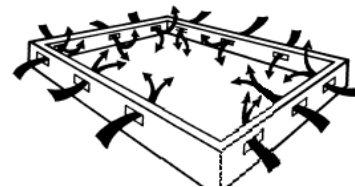

Figura 1
- Os vãos têm de ter um mínimo de 450 mm (18"), a partir do solo até ao lado inferior das traves. Uma película de polietileno de 6-8 mil do solo é essencial como uma barreira de vapor com traves sobrepostas 200 mm (8") e coladas. O vão tem de ter uma ventilação do perímetro igual a um mínimo de 1,5% dos metros quadrados do vão. Estas ventilações devem estar devidamente localizadas para promover a ventilação transversal (ver figura 1). Os regulamentos locais têm prevalência.